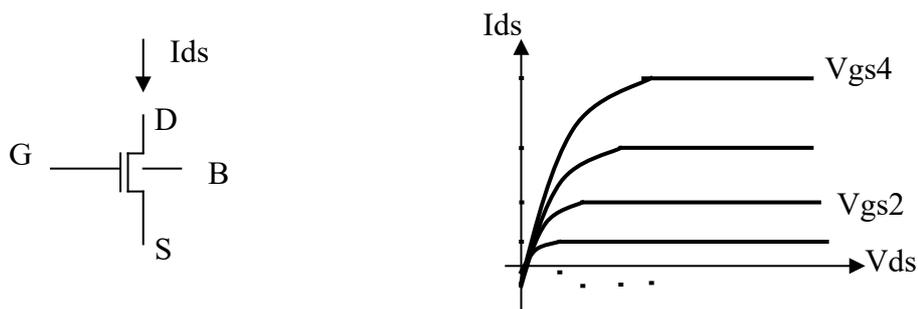

Figura 1. Símbolo de um transistor tipo N e a curva típica $I_{DS} \times V_{DS} \times V_{GS}$
O transistor NMOS é um dispositivo unipolar composto de quatro (4) terminais de entrada/saída: Dreno (drain, D), Fonte (source, S), Porta (gate, G) e Substrato (bulk ou substrate, B). A Figura 1 indica o símbolo do dispositivo e a curva padrão da corrente pela tensão de polarização ($I_{DS} \times V_{DS} \times V_{GS}$).